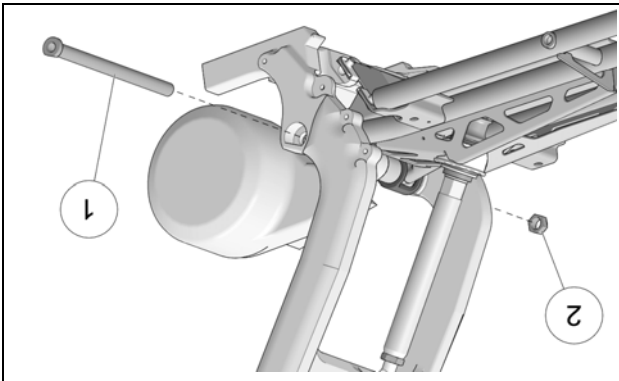

Figure 23
- Insérer l'axe de fixation du bras oscillant (1) à travers le châssis et les T-bagues du système. Installer l'érou (2) de l'axe. Serrer temporairement à la main. Voir la Figure 23.